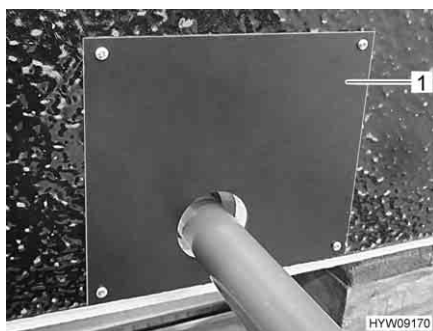

Fig. 214 Copertura del serbatoio delle acque grigie
- Rimuovere la copertura (Fig. 214,1) del serbatoio delle acque grigie.
- Posizionare la copertura (Fig. 214,1).